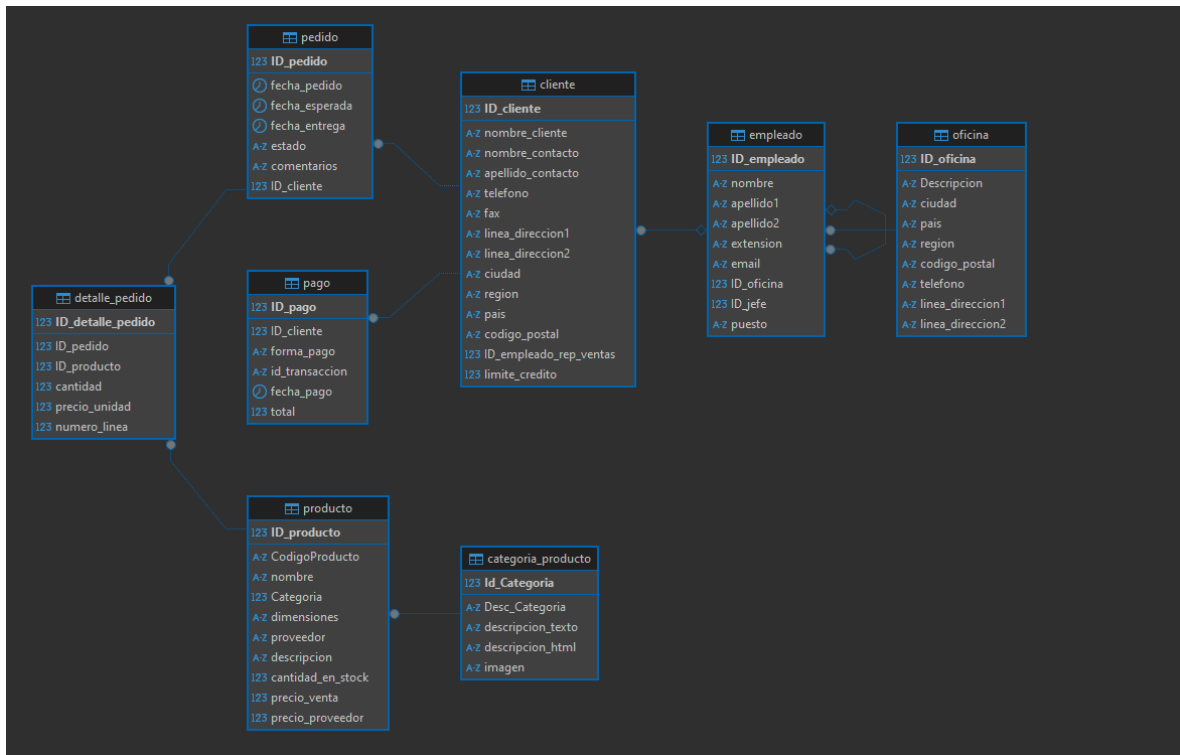

Ilustración 1 Modelo Transaccional Jardinería
1. Se ha cargado la base de datos en la instancia MYSQL y se insertan los datos, así mismo el código cuenta con relaciones en llaves foranes preestablecidas. El producto de esto se muestra en la presente imagen (Ilustración 1)